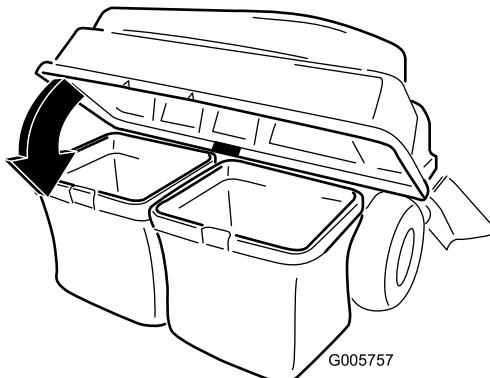

Figura 19
3. Baje la tapa del ensacador sobre la bolsa (Figura 19).